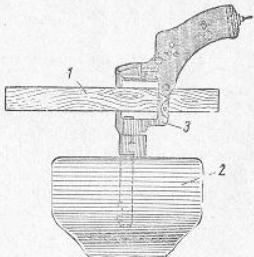

Рис. 2. Доворачивание рамки:
(I) Если риска на левой стороне шомпольной трубы не совмещается с риской на рамке в результате отвинчивания ствола, то зажать ствол в тисках с медными прокладками (дульной частью вниз) и при помощи деревянного (дубового) бруска, вставленного в рамку, повернуть рамку до совмещения рисок (рис. 2).